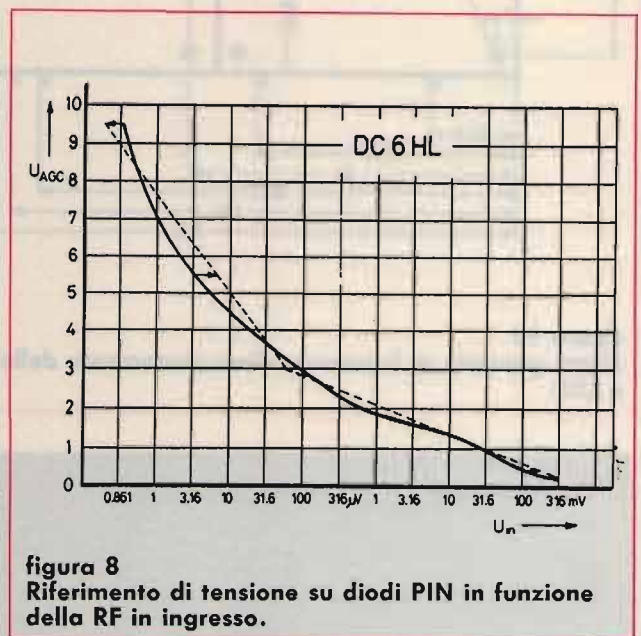

figura 8
d) per l'allineamento della soglia del controllo-PIN collegare un generatore di segnali con un'uscita di 1 V all'ingresso RX (PT 03). Ritoccare R52 sulla bassetta AF/IF così che risulti una tensione di controllo PIN di 7 Volt (figura 8). Se non è disponibile un generatore di segnali ritoccare R52 senza alcun segnale così che la tensione di controllo-PIN parte proprio dal va-